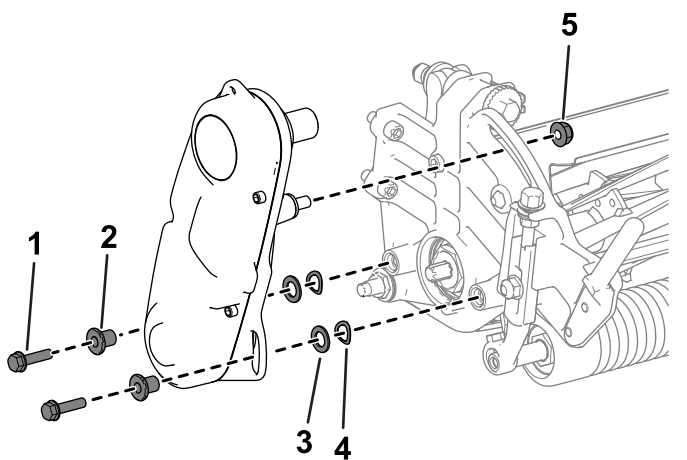

Figura 12
1. Îndepărtai elementele care fixează ansamblul de acionare a cilindrului pe placa laterală (**Figura 12**).
2. Îndepărtai ansamblul de acionare a cilindrului, aibele plate, aibele elastice i distanțierele de pe placa laterală (**Figura 12**).